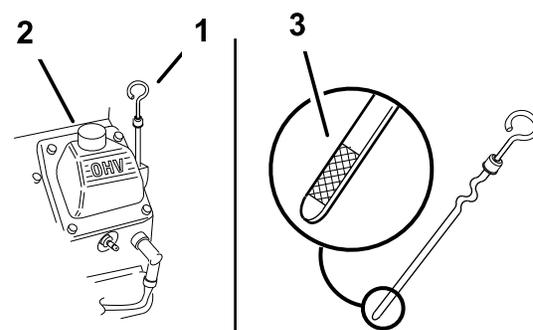

図 19
- 給油口からゴミが入ってエンジンを傷つけないように、ディップスティック (図 19) の周囲をウェスできれいに拭く。
- ディップスティック (図 19) を抜き取り、付いているオイルをウェスで拭きとる。
- ディップスティックを補給管一杯に差し込む (図 19)。ただしネジ込まないこと。
6. 補給管 (図 19) から、必要量の80% 程度のオイルをゆっくり入れる。